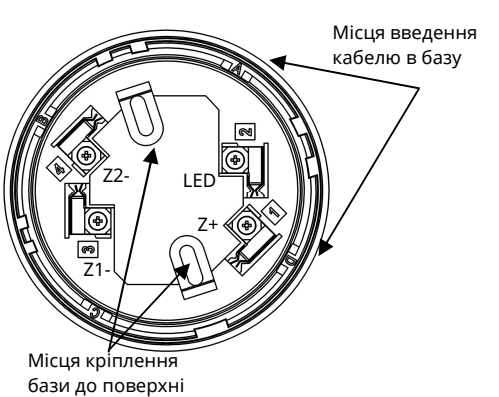
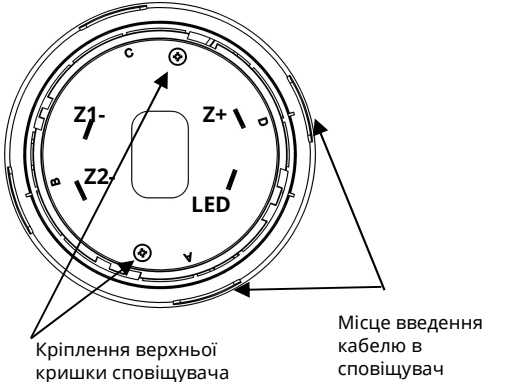

Рисунок 1 – Розташування клем на базі сповіщувача
Рисунок 2 – Вигляд сповіщувача з боку контактів
2) встановити базу на рівній поверхні, прикріпити шурупами або гвинтами згідно рис. 2, після затягування яких база не повинна бути деформована;
3) закріпити дроти ШС в гвинтових клемі бази відповідно до рис. 1 і таблиці 1. В базі сповіщувача чотири клеми;
4.5 Для випадків, коли кабель всередину бази заводять збоку, в самій базі та в кришці сповіщувача передбачені вікна, за потреби в яких вирізають отвори. Ці вікна промарковані літерами «А», «В», «С», «D» (рис.1, рис.2).